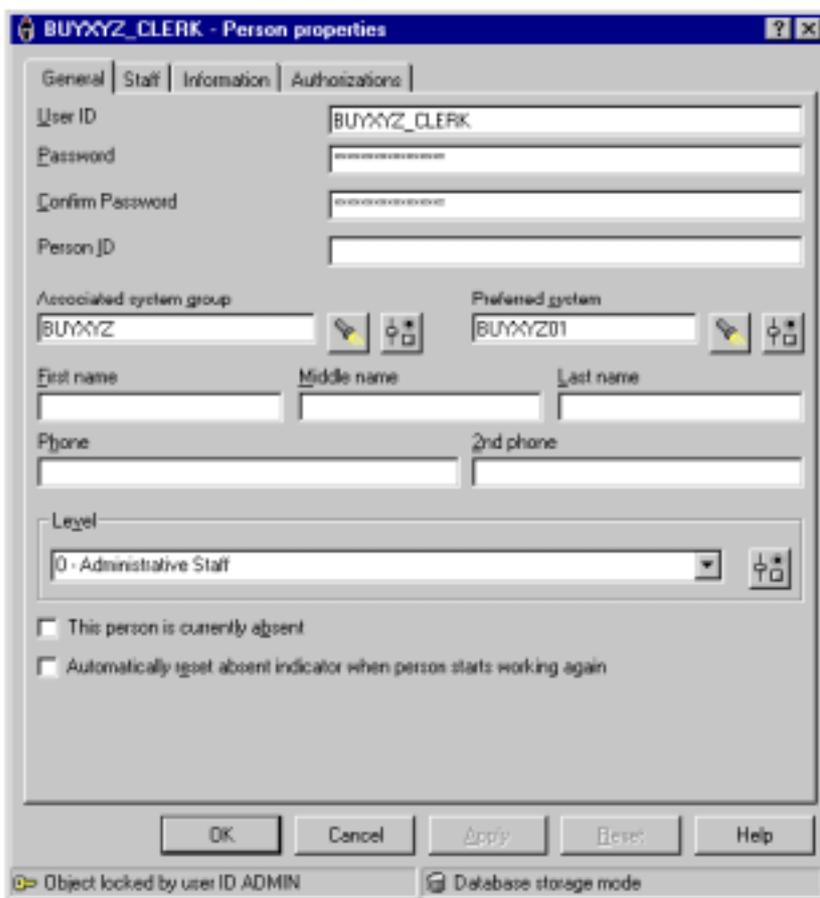

图9-3 人称属性通用标签
2. 右键单击 Persons 并选择 New Person，将出现如图 9-3 所示的窗口。